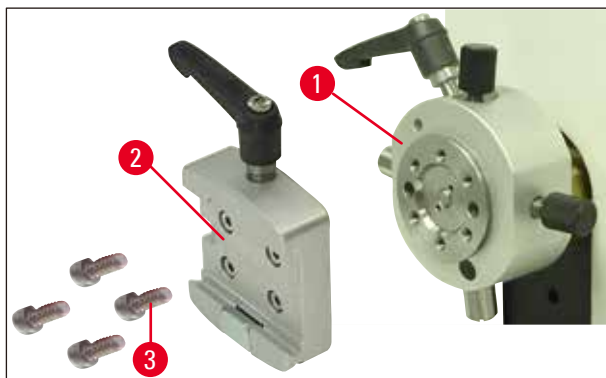

Fig. 9
2. Retirez ensuite le support en queue d'aronde (→ Fig. 9-2) du support de porte-échantillon (→ Fig. 9). Pour cela, desserrez et dévissez les quatre vis (→ Fig. 9-3) avec une clé pour vis à six pans creux de 3 mm (→ Fig. 10-1).